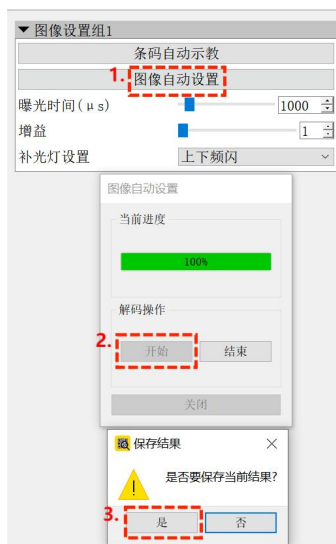

Fig 28. 图像自动设置
- **图像自动设置：**软件自动调整图像参数。具体操作如 Fig 28 所示。